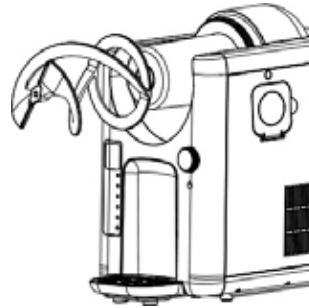

Abb. 2
9. Setzen Sie den Mischer auf den Vierkant-Antriebsstift, wie in Abbildung 2 gezeigt, und schieben Sie den Mischer ganz auf den Kühlzylinder.